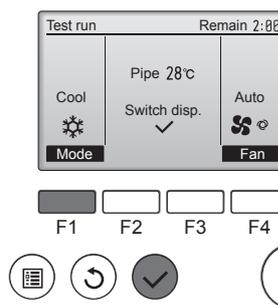

Fig. 7-6
- ① Appuyez sur le bouton [F1] pour changer de mode de fonctionnement dans l'ordre "Cool" (Froid) et "Heat" (Chaud). (Fig. 7-6)